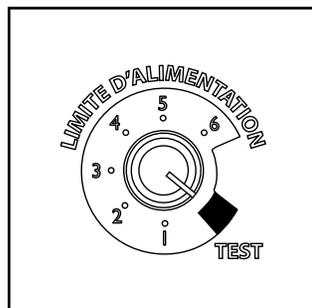

Figure 4.3
3. Pour votre premier feu, il peut être nécessaire de purger le système à vis sans fin en mettant le bouton de limite d'alimentation sur «Test» avant de démarrer le poêle. Figure 4.3. Ceci assure qu'une quantité suffisante de combustible pénètre dans le pot de combustion pour un allumage correct.